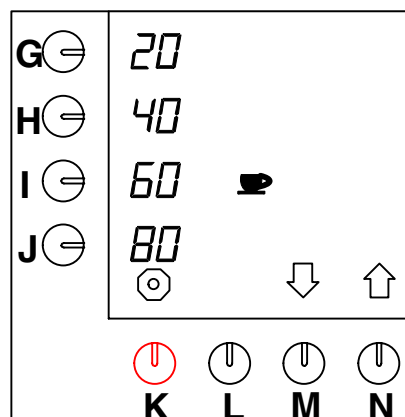

Abb. 35 Ändern der vorprogrammierten Wahl tasten für Tassen
- Drücken Sie auf die Wahl taste (N.)↑, bis Abb.35 im Display erscheint.